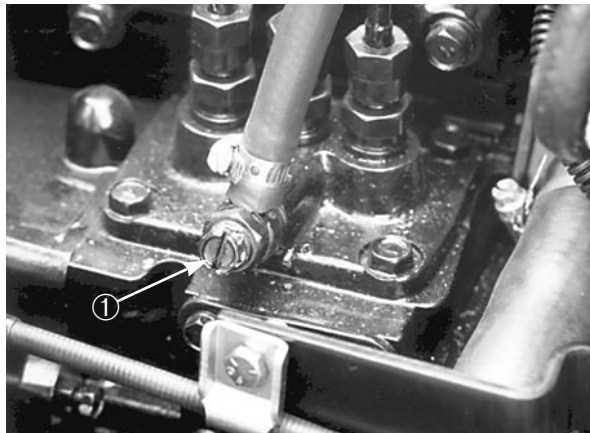

Fig. 16
5. Når bugseringen er overstået, skal drivakslen monteres igen som vist i Fig. 16. (Noterne er konstrueret, så de kun kan samles, når akslens to halvdele er rigtigt rettet ind.)